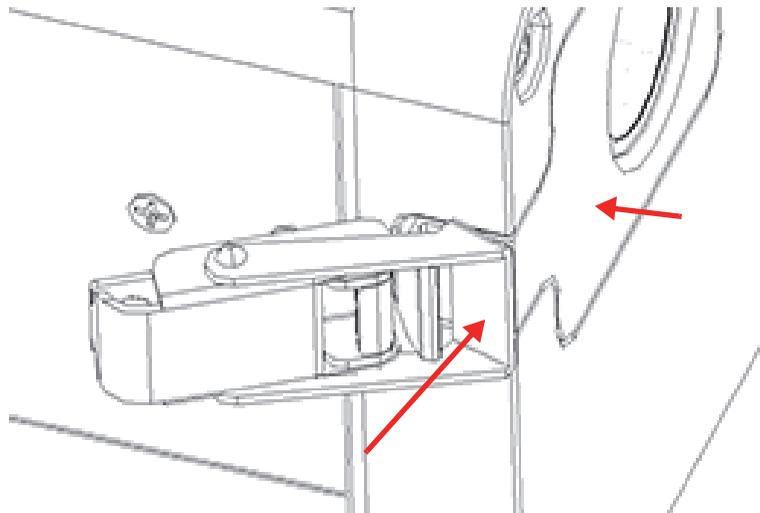

Figure 4-11 Bouton d'ouverture sur la prise de la plaque frontale
5. Tout en maintenant la plaque frontale en place, poussez l'avant du bouton d'ouverture sur la prise de la plaque frontale (Figure 4-11 à la page 69).